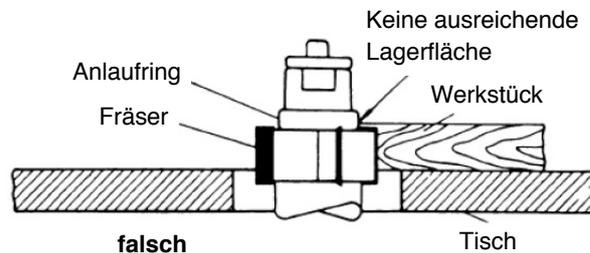

Abb. 21: Fräsen mit Anlaufring ohne ausreichende Anlauffläche
- Ein Teil der Werkstückkante muss durch den Fräser unberührt bleiben, so dass der Anlaufring eine ausreichende Lagerfläche hat. Die auf Abb.21 abgebildete Lagerfläche ist unzureichend.